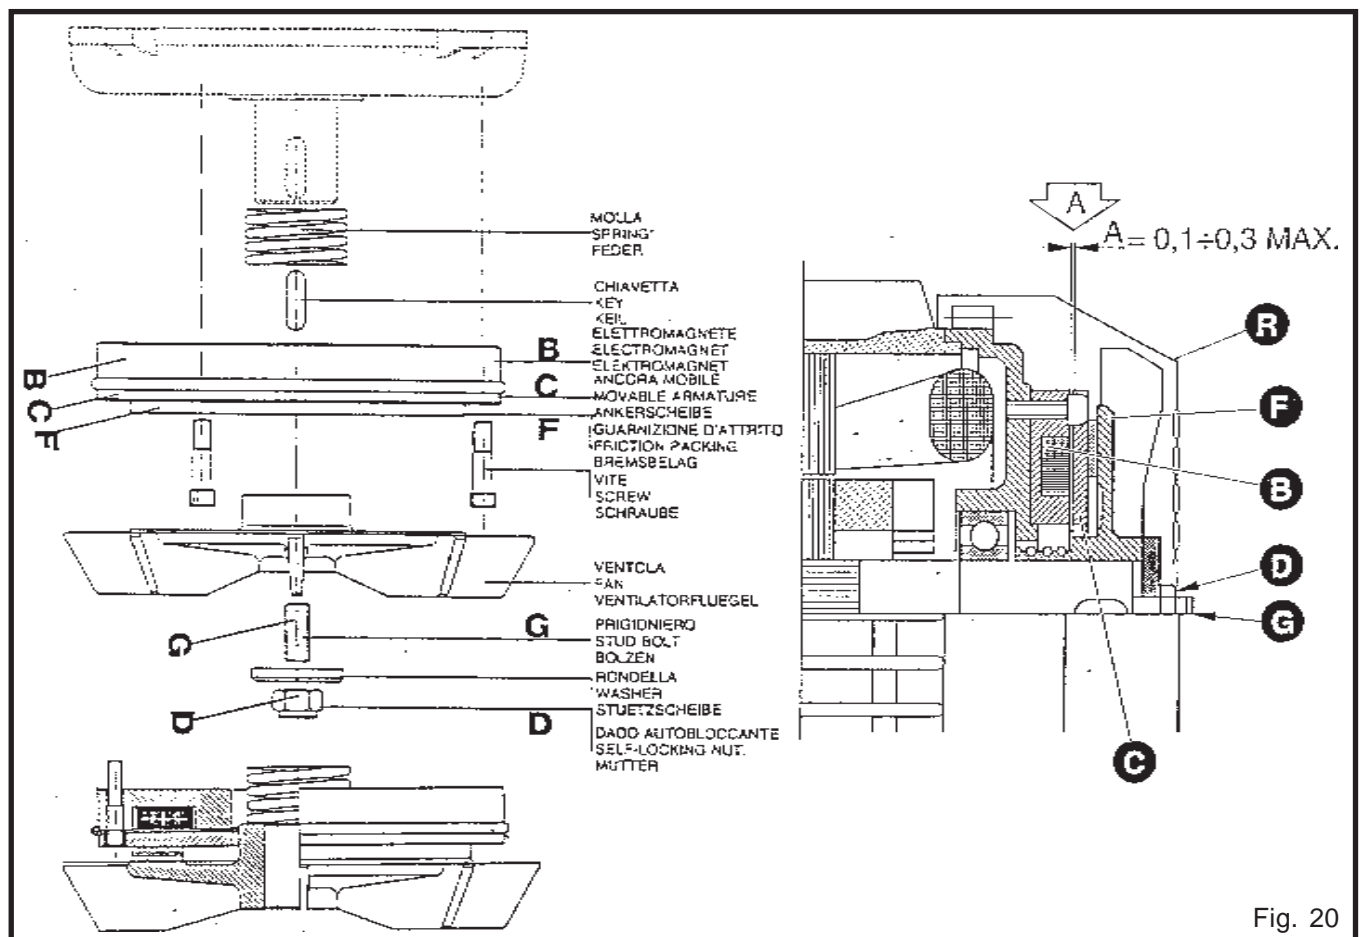

Fig. 20
4.2 - MOTORE AUTOFRENANTE fig. 20
4.2 - SELF-BRAKING MOTOR (fig. 20)
4.2 - MOTOR AUTOFRENANTE fig. 20